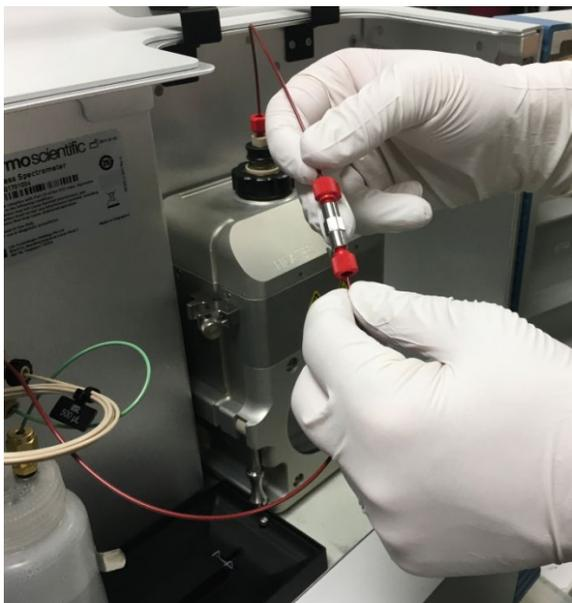
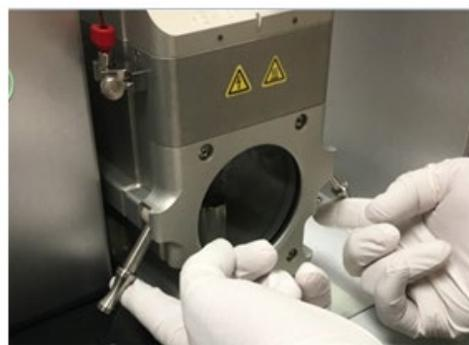

图 44：在接地接头位置断开源的 PEEK 毛细管连接
图 45：移除源外壳
- 3) 在接地接头位置移除 PEEK 毛细管接头，如图 44 所示。
- 8) 拆除 PEEK 毛细管和源外壳，如 图 44 和 图 45 所示。